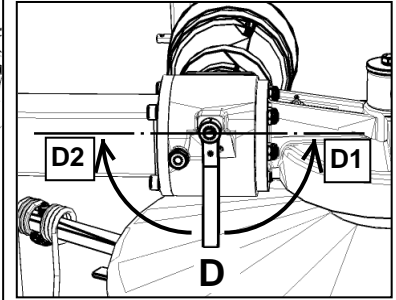

fig.15F
6. **Fig.15F** - La leva dell'invertitore nella posizione **D1**.
6. **Fig.15F** - The lever of the reversing gear in **D1** position.